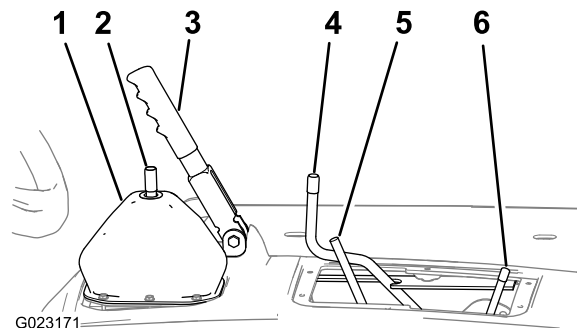

図 11
1. 駐車ブレーキが掛かっていることを確認する 図 11。
2. デフロク用のロッドを前右方向に倒す 図 11。